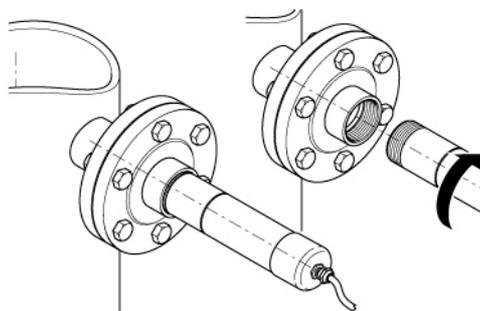

Рис. 4. Установка на фланце
- зафиксирован посредством фланца (рис. 4)